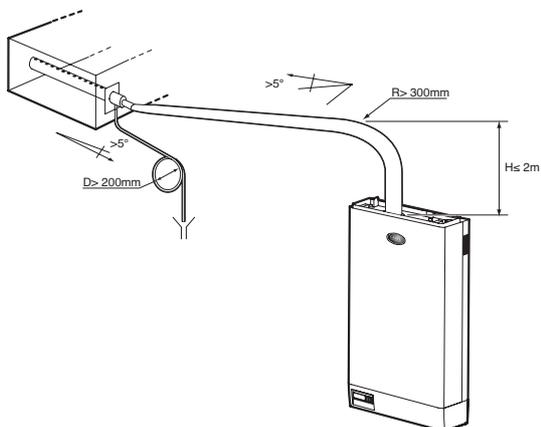
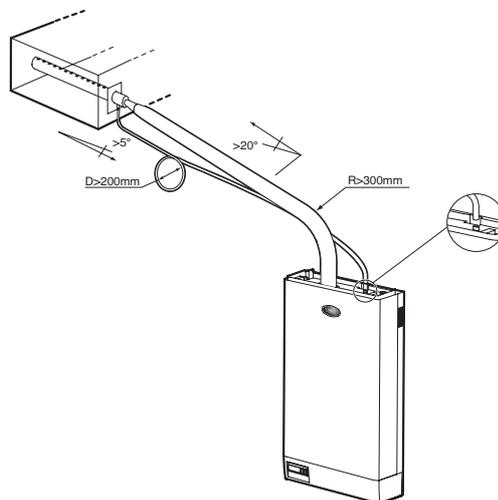

Fig. 4.6.2
Fig. 4.6.3
1. salita verso l'alto con un tratto verticale lungo almeno 300 mm seguito da una curva con raggio minimo di 300 mm ed infine un tratto discendente con pendenza costante non inferiore a 5° (vedi Fig. 4.6.2);
2. per percorsi molto brevi (inferiori a 2 metri), curva con raggio minimo di 300 mm seguito da un tratto in salita con pendenza non inferiore a 20° (vedi Fig. 4.6.3).
1. rise upwards with a vertical section of at least 300mm, followed by a curve with a minimum radius of 300mm and finally a downwards section with a constant gradient of no less than 5° (see Fig. 4.6.2);
2. for short paths (less than 2 metres), curves with a minimum radius of 300 mm, followed by a rising section with a gradient of no less than 20° (see Fig. 4.6.3).
Per effetto della ricondensazione di una parte del vapore prodotto, lungo il tubo di trasporto del vapore e all'interno del distributore si forma della condensa che deve essere evacuata per evitare gorgoglii e perdite di efficienza. Lo scarico della condensa avviene per gravità con l'ausilio di un tubo flessibile che deve essere adatto a tale scopo. L'utilizzo di tubazioni inadatte può provocare infragilimento e fessurazioni con perdite di vapore. Per evitare la fuoriuscita di vapore non condensato attraverso il tubo della condensa, è necessario realizzare un sifone che può essere ottenuto conformando a ricciolo una parte del tubo di drenaggio. L'estremità del tubo della condensa può essere portata alla tubazione di drenaggio più vicina con una pendenza minima di 5° per favorire un corretto scarico (vedi Fig.4.6.2). Se la quota del distributore lo consente, il tubo può essere allacciato all'apposita connessione C in dotazione da avvitare sul tetto dell'umidificatore per drenare la condensa nella vaschetta d'alimento del boiler (vedi Fig. 4.6.3).
To avoid the release of non-condensed steam from the condensate pipe, a drain trap must be made by looping part of the drain pipe. The end of the condensate pipe can be connected to the nearest drain pipe, with a minimum slope of 5° to assist correct downflow (see Fig.4.6.2).
If the distance of the distributor allows, the pipe may be connected to fitting C, supplied, to be screwed onto the top of the humidifier, in order to drain the condensate back into in the supply tank of the boiler (see Fig. 4.6.3).